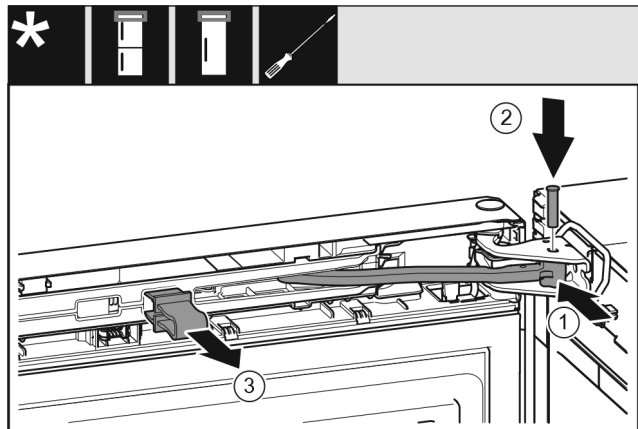

Fig. 42
- Ktheni menteshën Fig. 42 (1) në bazamentin mbështetës.
- Vendosni bulonin Fig. 42 (2) në bazamentin mbështetës dhe në menteshë. Këtu bëni kujdes që gunga ndaluese të futet saktësisht në kanal.
- Hiqni siguresën Fig. 42 (3).